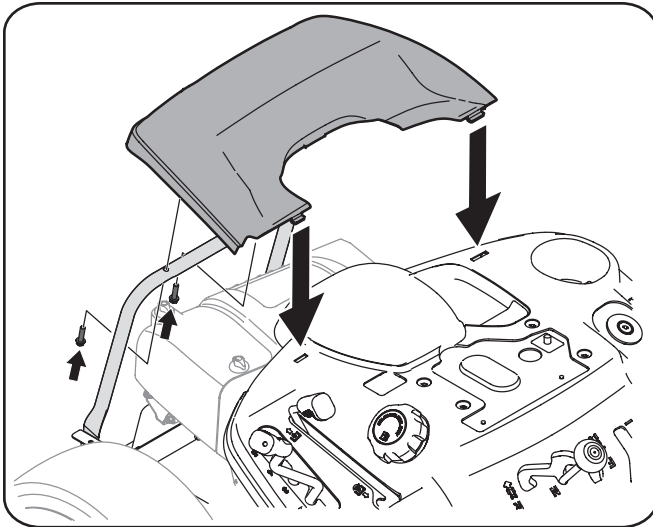

Figura 3-10
1. Retire los tornillos hexagonales de dos instalado de fábrica ubicados en el soporte de montaje de la cubierta de motor trasero. Guarde los tornillos para instrucciones posteriores. Vea la figura 3-10.
2. Instale la cubierta del motor trasero colocando en su lugar como se muestra en la figura 3-10. La punta de la tapa del motor hacia adelante para encajarlo en las ranuras correspondientes y, a continuación, gírelo hacia atrás para alinear los agujeros de montaje.